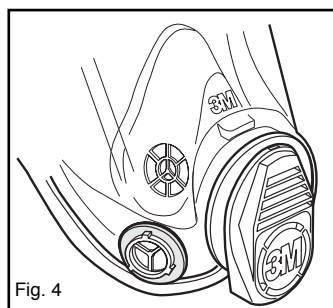

Fig. 4
2. Instale os novos anéis de vedação nos encaixes baioneta da entrada de inalação da peça facial. Assegure-se de que os anéis de vedação estão na posição correta, nos três pinos de cada porta da baioneta. (Fig. 4)